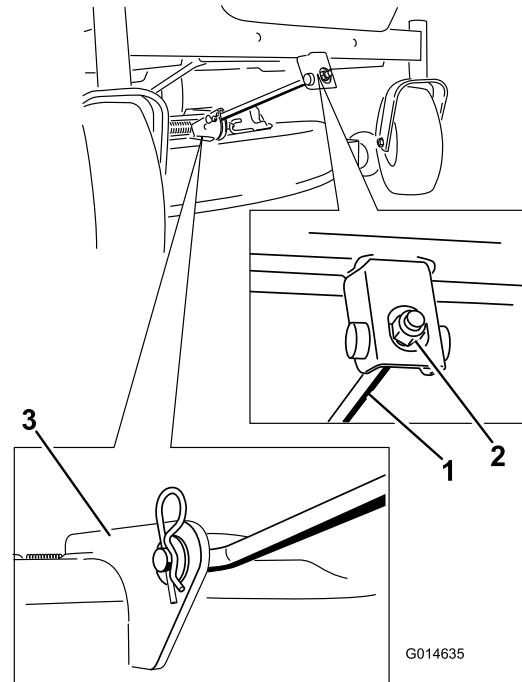

Figure 56
- Retirez la goupille fendue de la tige de support avant et déposez la tige du support de tablier (Figure 56). Abaissez doucement l'avant du tablier de coupe au sol.
6. Fixez la tige de support avant au tablier de coupe à l'aide de l'axe de chape et de la goupille fendue (Figure 56).